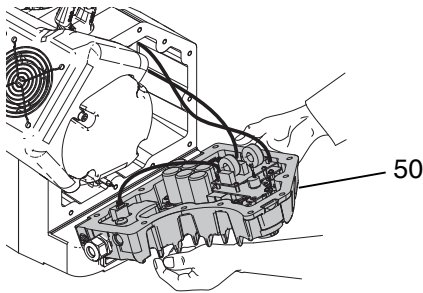

FIG. 21: Incline la tapa del sistema electrónico
4. Inclíne con cuidado la tapa del sistema electrónico (50) hacia abajo. Consulte la FIG. 21 en la página 16.